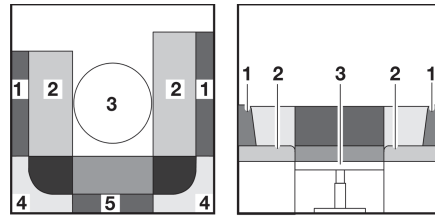

Fig. 70 Pendant la transformation
- Retirer les coussins de dossier (Fig. 70,1, 4 et 5).
- Placer le coussin supplémentaire (Fig. 71,6) entre les coussins d'assise (Fig. 71,2) sur la table (Fig. 70,3).